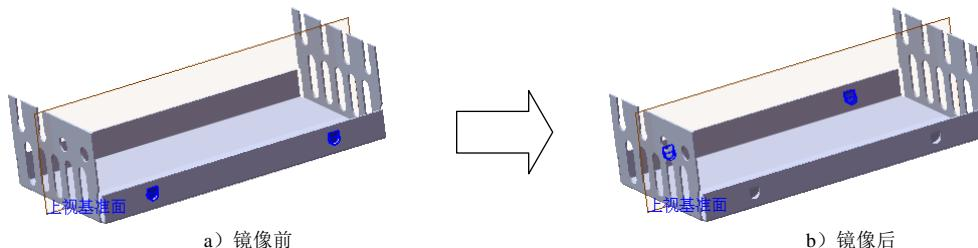

图 11.3.39 镜像 3
Step15. 创建图 11.3.39 所示的镜像 3。
- (1) 选择命令。选择下拉菜单 **插入(I)** → **阵列/镜向(E)** → **镜向(M)...** 命令。
- (2) 定义镜像基准面。选取上视基准面作为镜像基准面。
- (3) 定义镜像对象。选择成形特征 1 和镜像 2 作为镜像 3 的对象。
- (4) 单击 按钮，完成镜像 3 的创建。